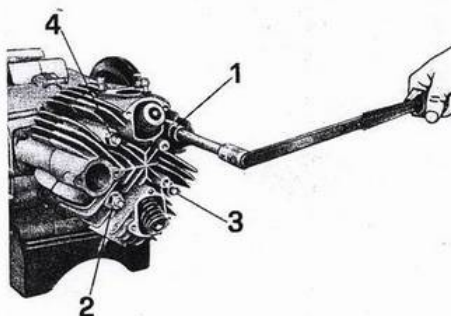

Abb. 31
- die 4 Muttern werden über Kreuz aufgedreht, ohne sie jedoch endgültig festzuziehen; anschließend werden die Muttern mit dem Drehmomentschlüssel mit einem Drehmoment von 4.500 kg/m unter Beachtung der Reihenfolge des Festziehens (s. Abb. 31, 1-2-3-4) stufenweise angezogen;